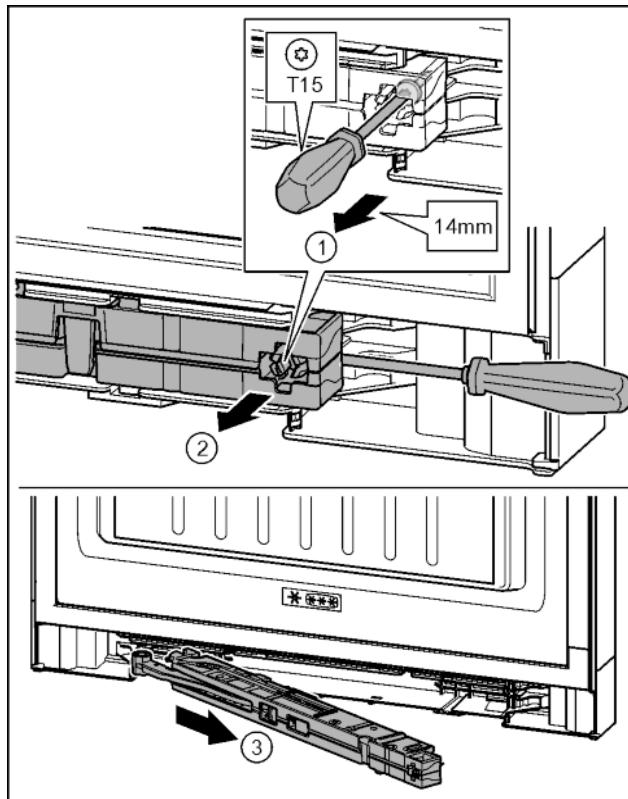

Fig. 19
► Ослабить винт на узле амортизатора с помощью отвертки T15 примерно на 14 мм. Fig. 19 (1)
► Переместить отвертку со стороны ручки за узел амортизатора. Повернуть узел вперед. Fig. 19 (2)
► Вытащить узел амортизатора. Fig. 19 (3)